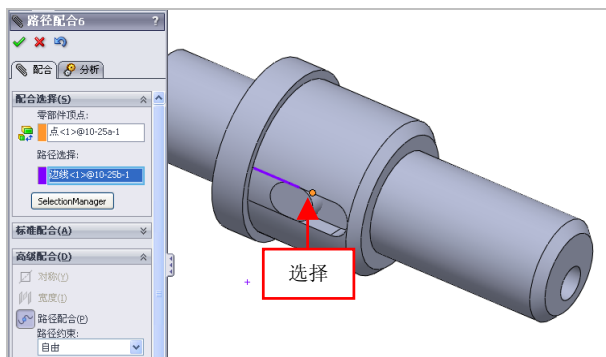

图 10-27 选择合适的对象
(3) 单击【配合】按钮，弹出【配合】属性管理器，单击【高级配合】选项区中的【路径配合】按钮，依次选择合适的点和边线对象，如图 10-27 所示。